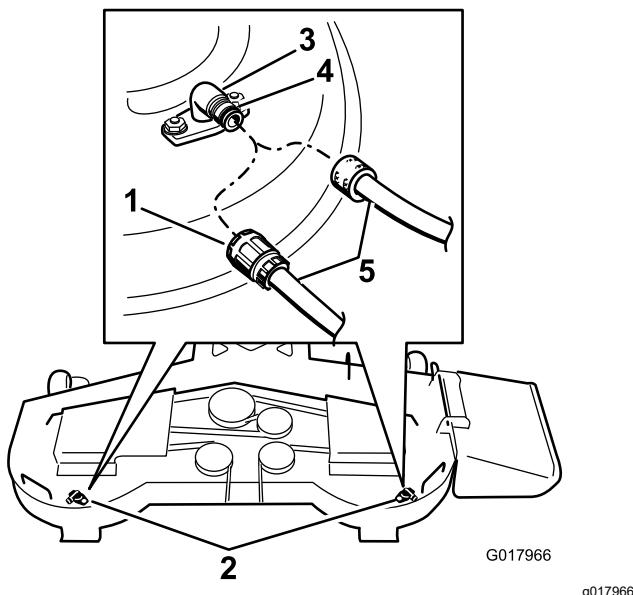

Figure 81
- Branchez le raccord du tuyau au raccord de lavage du plateau de coupe et ouvrez l'eau en grand (Figure 81).